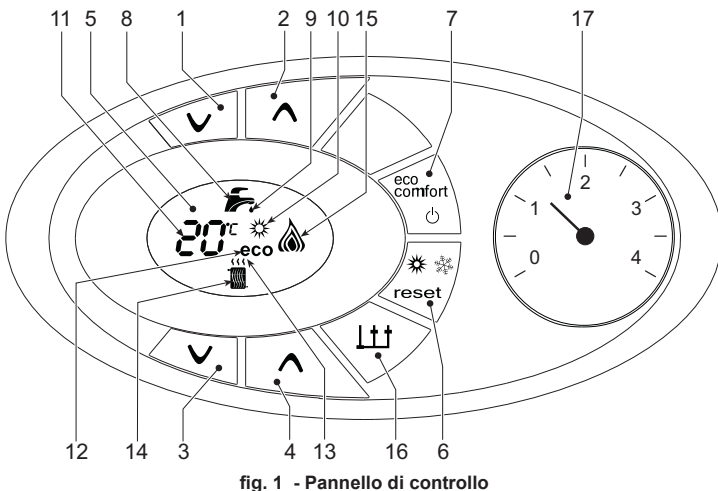
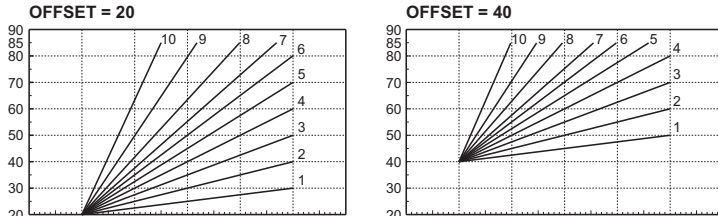

fig. 1 - Pannello di controllo
fig. 11 - Esempio di spostamento parallelo delle curve di compensazione
**Legenda pannello fig. 1**
Il display (part. 11 - fig. 1) visualizza l'attuale temperatura della mandata riscaldamento e durante il tempo di attesa riscaldamento la scritta "d2".
Il display (part. 11 - fig. 1) visualizza l'attuale temperatura d'uscita dell'acqua calda sanitaria e durante il tempo di attesa sanitario la scritta "d1".
La richiesta Comfort (ripristino della temperatura interna della caldaia), è indicata dal lampeggio dell'acqua sotto il rubinetto sul display. Il display (part. 11 - fig. 1) visualizza l'attuale temperatura dell'acqua contenuta in caldaia.
In caso di anomalia (vedi cap. 4.4) il display visualizza il codice di guasto (part. 11 - fig. 1) e durante i tempi di attesa di sicurezza le scritte "d3" e "d4".
Premere il tasto **on/off** (part. 7 - fig. 1) per 5 secondi.
Quando la caldaia viene spenta, la scheda elettronica è ancora alimentata elettricamente. È disabilitato il funzionamento sanitario e riscaldamento. Rimane attivo il sistema antigelo. Per riaccendere la caldaia, premere nuovamente il tasto **on/off** (part. 7 fig. 1) per 5 secondi.
Premere il tasto **estate/inverno** (part. 6 - fig. 1) per 2 secondi.
Il display attiva il simbolo Estate (part. 10 - fig. 1): la caldaia erogherà solo acqua sanitaria. Rimane attivo il sistema antigelo.
Per disattivare la modalità Estate, premere nuovamente il tasto **estate/inverno** (part. 6 - fig. 1) per 2 secondi.
Agire sui tasti riscaldamento (part. 3 e 4 - fig. 1) per variare la temperatura da un minimo di 20°C ad un massimo di 80°C.
Agire sui tasti sanitario (part. 1 e 2 - fig. 1) per variare la temperatura da un minimo di 40°C ad un massimo di 55°C.
Il dispositivo può essere disattivato dall'utente (modalità ECO) premendo, il tasto **eco/comfort** (part. 7 - fig. 1). In modalità ECO il display attiva il simbolo ECO (part. 12 - fig. 1). Per attivare la modalità COMFORT premere nuovamente il tasto **eco/comfort** (part. 7 - fig. 1).
Con regolazione a Temperatura Scorrevole, la temperatura impostata attraverso i tasti riscaldamento (part. 3 - fig. 1) diviene la massima temperatura di mandata impianto. Si consiglia di impostare al valore massimo per permettere al sistema di regolare in tutto il campo utile di funzionamento.
Premendo il tasto **reset** (part. 6 - fig. 1) per 5 secondi si accede al menù "Temperatura scorrevole"; viene visualizzato "CU" lampeggiante.
Agire sui tasti sanitario (part. 1 - fig. 1) per regolare la curva desiderata da 1 a 10 secondo la caratteristica. Regolando la curva a 0, la regolazione a temperatura scorrevole risulta disabilitata.
Premendo i tasti riscaldamento (part. 3 - fig. 1) si accede allo spostamento parallelo delle curve; viene visualizzato "OF" lampeggiante. Agire sui tasti sanitario (part. 1 - fig. 1) per regolare lo spostamento parallelo delle curve secondo la caratteristica (fig. 11).
Premendo nuovamente il tasto **reset** (part. 6 - fig. 1) per 5 secondi si esce dal menù "Temperatura Scorrevole".